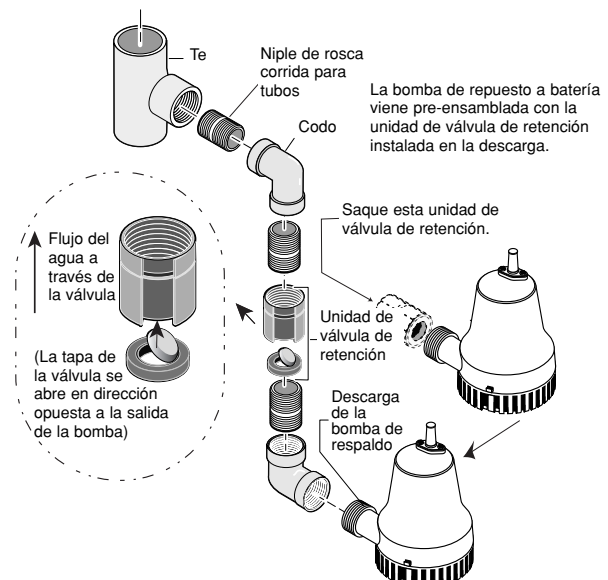

Figura 5 – Saque la válvula de retención pre-ensamblada
- Saque la unidad de válvula de retención (Claves No. 4 en la página 15) de la descarga de la bomba de respaldo a batería (Clave No. 5) y póngala a un lado. Consulte la Figura 5. La unidad de válvula de retención se usará más tarde durante el ensamblaje.
AVISO: Verifique que la válvula de retención esté instalada en la dirección correcta. Consulte el dibujo en el recuadro de la Figura 5.